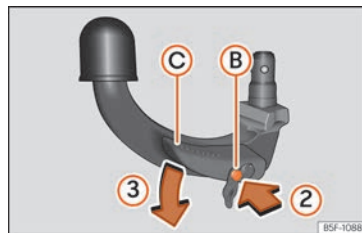

Fig. 253 Passaggio 2
- Premere il perno di sblocco (B) nel senso della freccia ② e, al contempo, spingere fino in fondo la leva (C) nel senso della freccia ③ » » fig. 253.